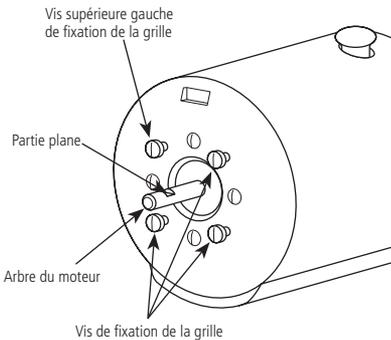

FIGURE 5
18. Retirer de la face du moteur la vis supérieure gauche de fixation de la grille. Voir Figure 5. Desserrer les trois autres vis de fixation de la grille.